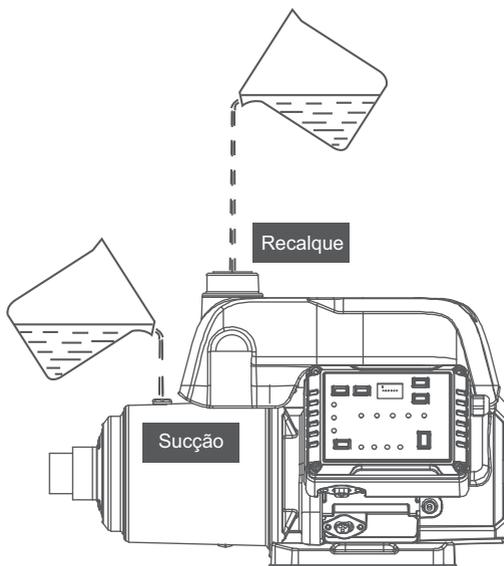

Figura 6
6.25 Escorve o pressurizador antes de conectar a tubulação de recalque. Para isso, deve-se preencher a tubulação de sucção e o corpo da bomba com água limpa, de forma a retirar todo o ar, utilizando o parafuso de escorva (figura 6).